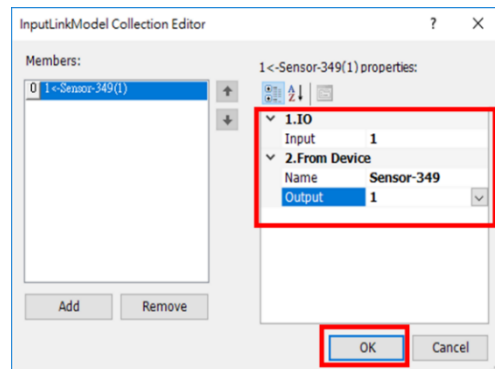

Figure 52. Input 連線設定
(2) 點擊[Add]新增連接的設備，如 Figure 52 所示；[Remove] 移除連接的設備